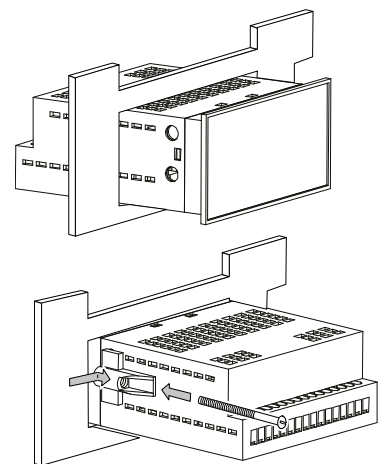

Fig. 4.1 Montaje en panel
- Realizar el corte para el montaje según el modelo correspondiente: H1 (Fig. A.1) o H2 (Fig. A.2 y Fig. 4.1).